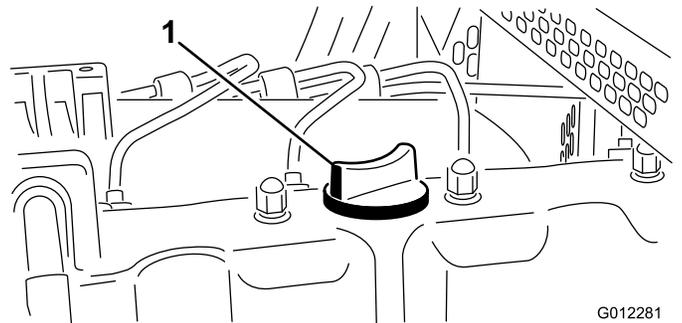

Bild 11
5. Wenn der Ölstand unter der Voll-Marke liegt, nehmen Sie den Fülldeckel ab (Bild 11) und gießen Sie genug Öl ein, um den Ölstand bis zur Voll-Marke anzuheben.